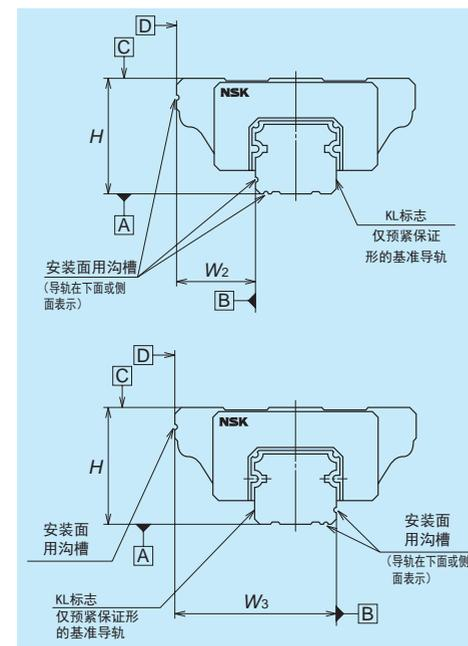

图 4.1 组装尺寸
- 精度的特性项目如表 4.1、图 4.1、4.2 所示。
特性项目	定义 (图 4.1、4.2)